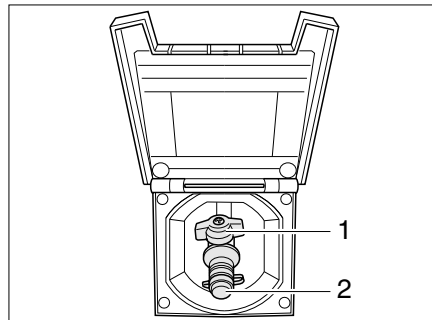

Bild 84 Externer Gasanschluss, Gasabsperrentil geschlossen
Der externe Gasanschluss (Bild 84) befindet sich je nach Modell am Heck oder auf der linken bzw. rechten Fahrzeugseite.
- Externes Gasgerät an der Anschluss-Stelle (Bild 84,2) anschließen.
- Das Gasabsperrentil (Bild 84,1) öffnen.